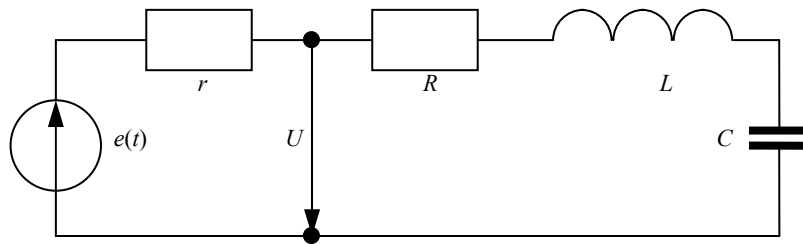

Рис. 1. Схема исследуемой цепи
1. Собрать схему, приведённую на рис. 1. В качестве источника переменной ЭДС  $e(t)$  использовать звуковой генератор, работающий в режиме источника напряжения ( $r$  – его внутреннее сопротивление),  $L$  – катушка индуктивности,  $R$  – её омическое сопротивление,  $C$  – конденсатор.